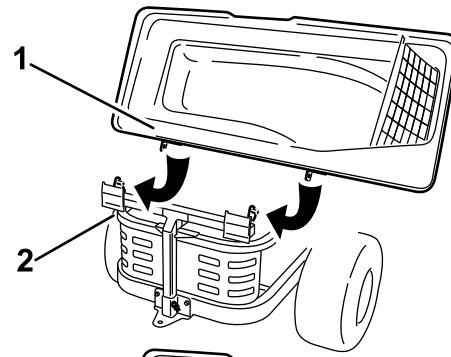

Figure 11
3. Enfilez les supports sur les ergots du cadre du système de ramassage et placez la goupille fendue ronde dans le trou de l'ergot droit (Figure 11).